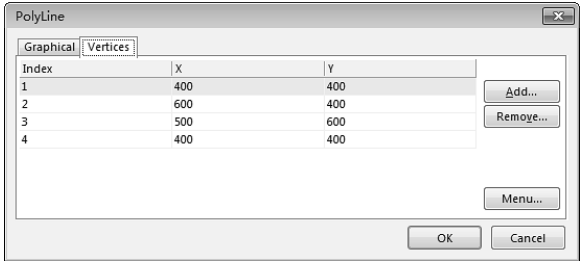
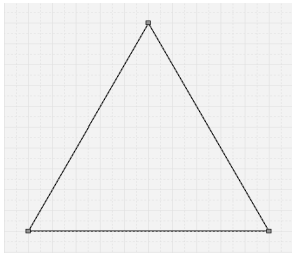

图 4-2-17 增加端点坐标 Index 4
图 4-2-18 绘制完毕的等腰三角形
⑤ 双击绘制好的直线，弹出 PolyLine 对话框，选择 Vertices 标签。在 Vertices 标签中选中 Index 3 后，单击【Add...】按钮增加 Index 4，修改端点 Index 4 的坐标，如图 4-2-17 所示。单击【OK】按钮后，出现如图 4-2-18 所示的等腰三角形。